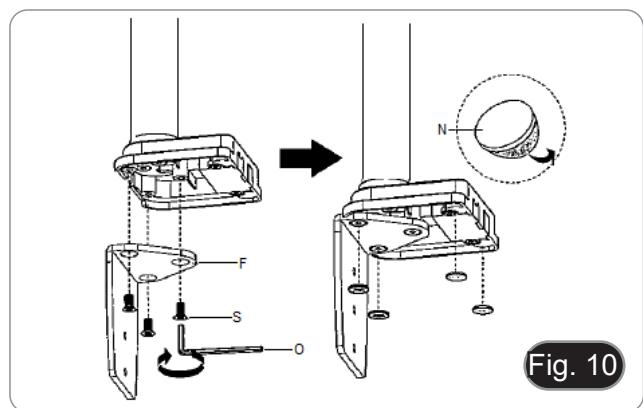

Fig. 10
2. Fixar o suporte do grampo (F) ao grampo da mesa (C) com os três parafusos (S). (Fig. 10)
3. Colar as almofadas de borracha (N) ao grampo de mesa.